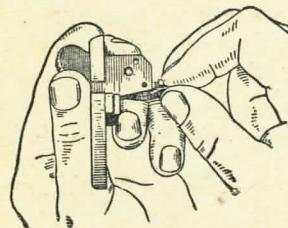

Рис. 81. Как вынуть шептало
2) **разобрать ударно-спусковой механизм:** **отделить шептало и разобщитель:** наложив большой палец левой руки на курок, а указательный на задние концы перьев, слегка отодвигая (взводя) курок, заточенной спичкой (палочкой) вытолкнуть ось шептала, вынуть шептало и разобщитель из колодки (рис. 81);